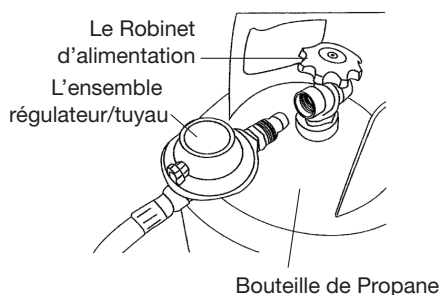

Figure 5
1. Pour accorder les tuyaux et le régulateur, faire tourner leur accord sur le tuyau/régulateur DANS LE SENS ENTIER HORAIRE, dans les filets de la soupape de la bouteille. (Voir Figure 5 et 6) S'assurer de bien serrer.